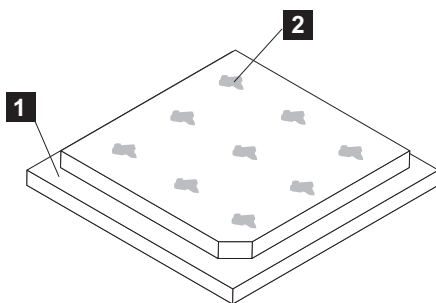

Figura 198. Aplicando Pasta Térmica no Microprocessador do SAN Volume Controller 2145-DH8
- Use a seringa de graxa térmica para colocar nove pontos uniformemente espaçados de 0,02 ml cada na parte superior do microprocessador, conforme mostrado na Figura 198 na página 246. Os dots ultraperiféricos devem estar dentro de aproximadamente 5 mm da extremidade do microprocessador para assegurar uma distribuição uniforme da graxa.